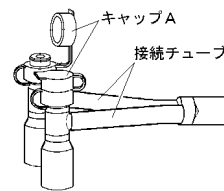

図. 1
- ③キャップA及びキャップBは、次の目的以外、常に閉じておくこと。
- ・挿管位置確認の際に、何れかのキャップAを開け、気管支内視鏡等を挿入する。（図.1）
- ・喀痰吸引の際に、何れかのキャップAを開け、サクシオンチューブを挿入する。（図.1）